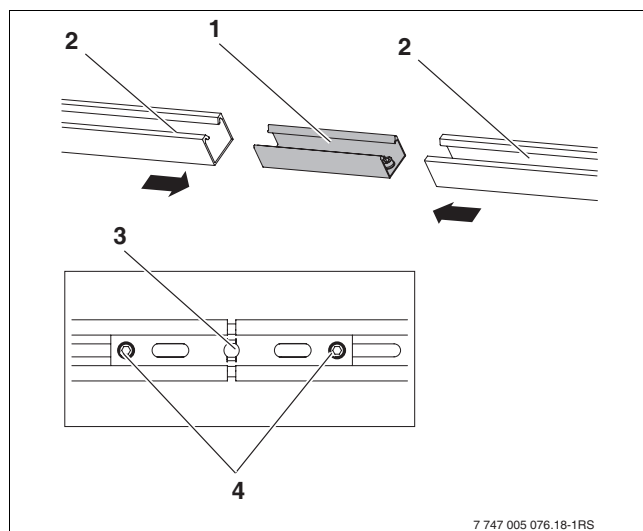

Fig. 24 Unir los perfiles cubierta plana/tejado inclinado
- ▶ Atornillar los perfiles cubierta plana/tejado inclinado (1) primero al perfil central de soporte del captador, para ello utilizar el agujero (fig. 24, (3)) del conector.
- ▶ Alinear los perfiles de soporte inferiores (2) de forma que queden paralelos.